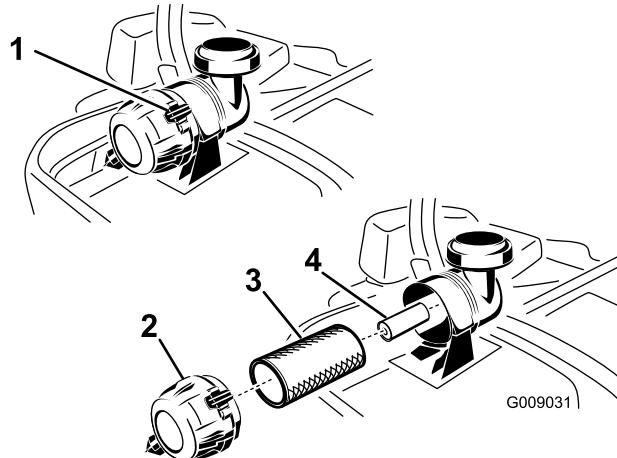

Figura 45
- Presione hacia abajo para abrir los cierres del limpiador de aire, y tire de la tapa de la entrada de aire para separarla del cuerpo del limpiador de aire (Figura 45).
- Extraiga con cuidado el filtro primario del cuerpo del limpiador de aire (Figura 45). Evite golpear el filtro contra el lado de la carcasa.
- No limpie el filtro de papel, cámbielo (Figura 45).
2. Si va a cambiar el filtro secundario, deslícelo cuidadosamente en el cuerpo del filtro (Figura 45).
3. Deslice cuidadosamente el filtro primario por encima del filtro secundario (Figura 45).
5. Instale la tapa del limpiador de aire y gírela hasta que los enganches la bloqueen en su sitio (Figura 45).